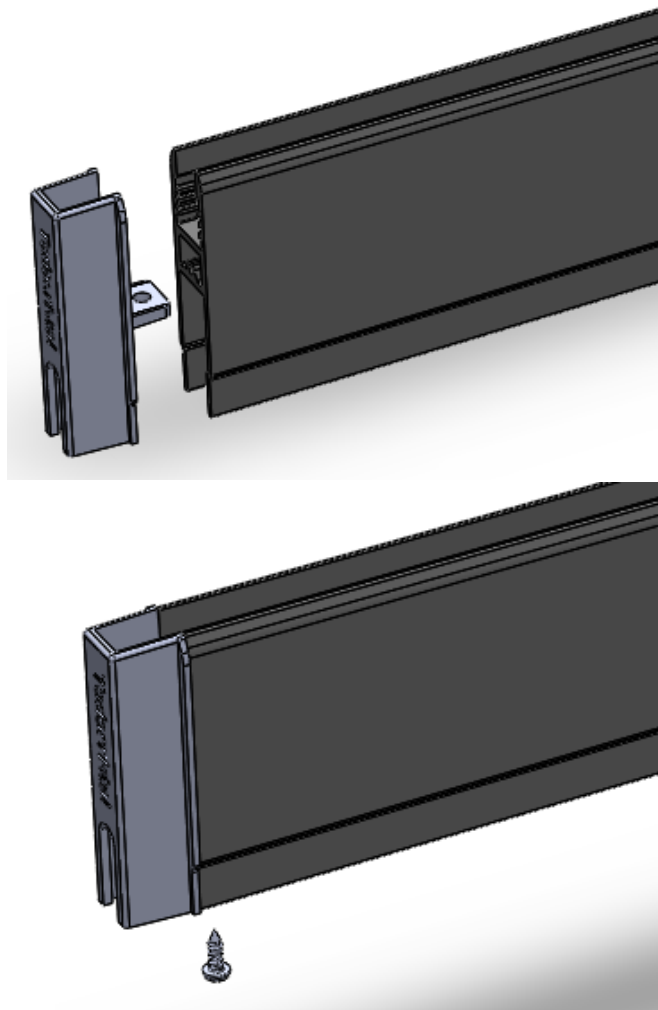

Figura 24
- Introducir la tapa en el interior del perfil y fijar. La Tapa Extremo se fijan al perfil mediante 1 tornillo DIN 7504 3,5 x 13 (Figura 24).